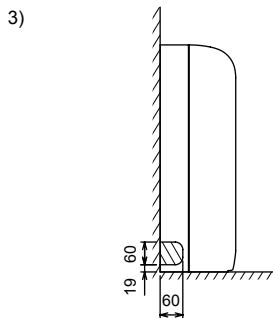

Fig. 3-9
3) Voor pijpen aan de linkerkant (Fig. 3-9)